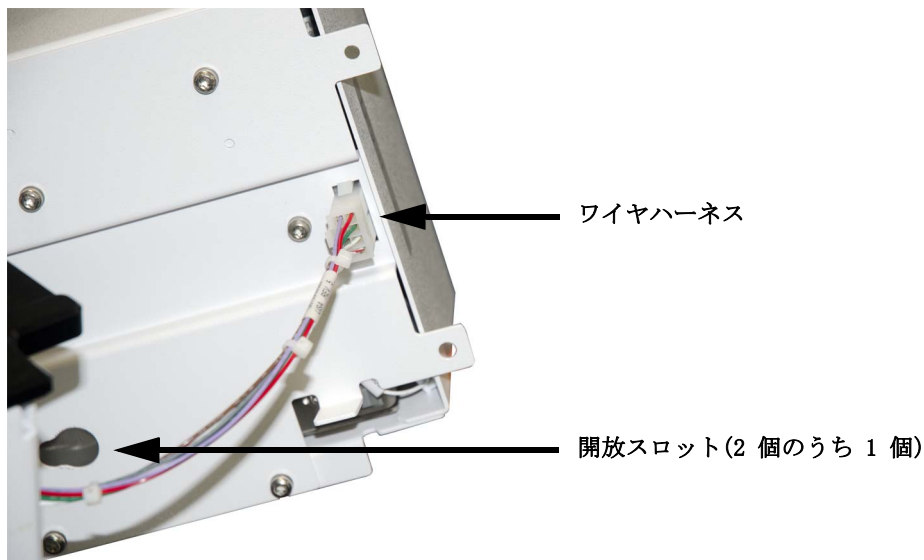

図 47 ワイヤハーネスを電子機器モジュールの背面に取り付ける
- 2 ワイヤハーネスを電子機器モジュールの背面に接続します (図 47)。
- 電子機器モジュールの背面の 2 個の開放スロット (図 47 ページの 86 を参照) をメインフレームに取り付けられたネジとワッシャにそろえ、電子機器モジュールを左にスライドさせてネジを電子機器モジュールのシャーシにはめ込みます。